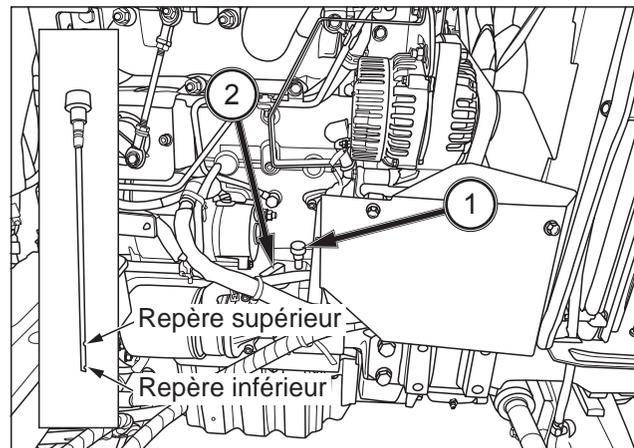

FIG. 147
**FIG. 147 : Pour vérifier le niveau d'huile moteur** - Garez le tracteur sur un terrain plat. Assurez-vous d'avoir laissé suffisamment refroidir le moteur avant de le vérifier. Sortez la jauge (1) et vérifiez que le niveau d'huile se situe entre les repères supérieur et inférieur de la jauge. Essuyez la jauge, replacez-la momentanément dans le moteur et contrôlez à nouveau le niveau d'huile.